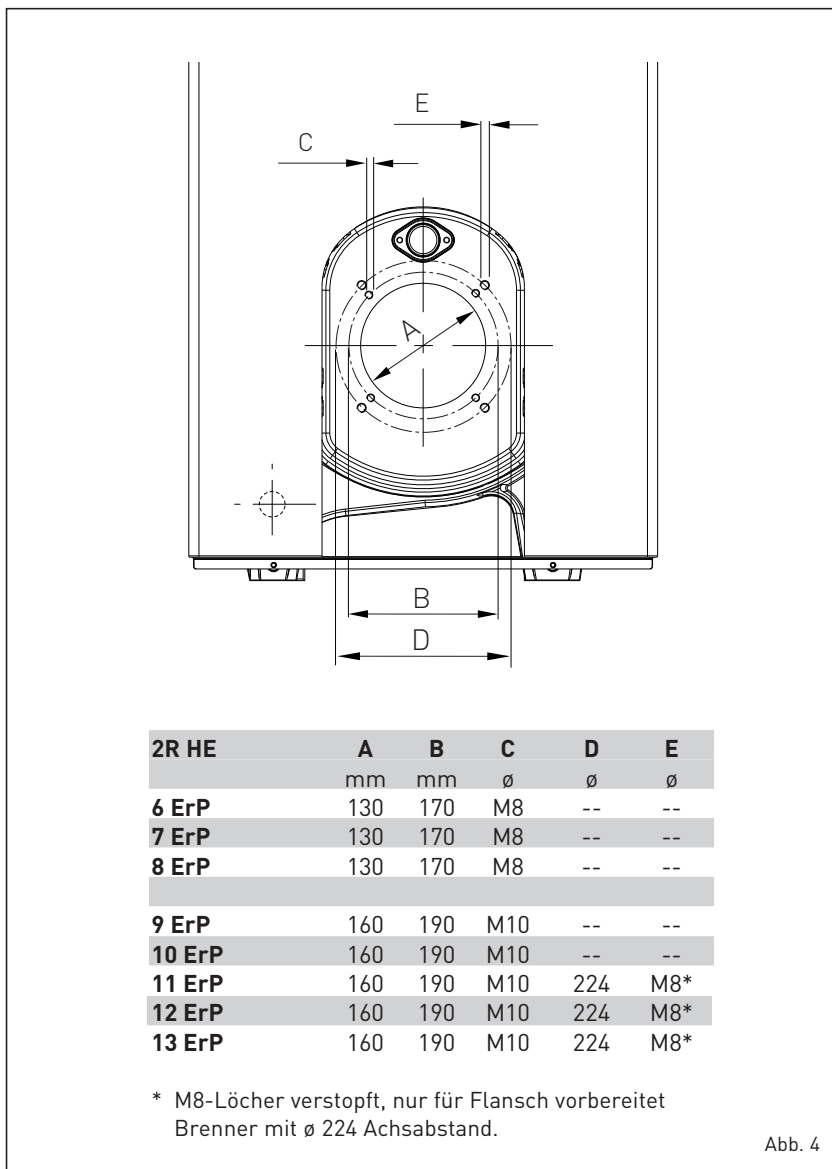

Abb. 4
1.5.1 Montage des Brenners (Abb. 4)